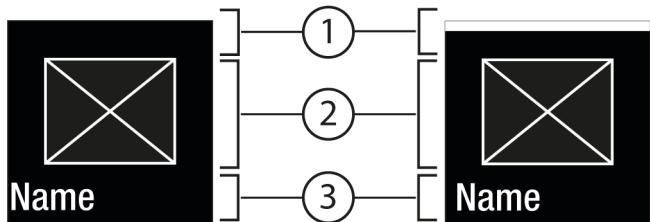
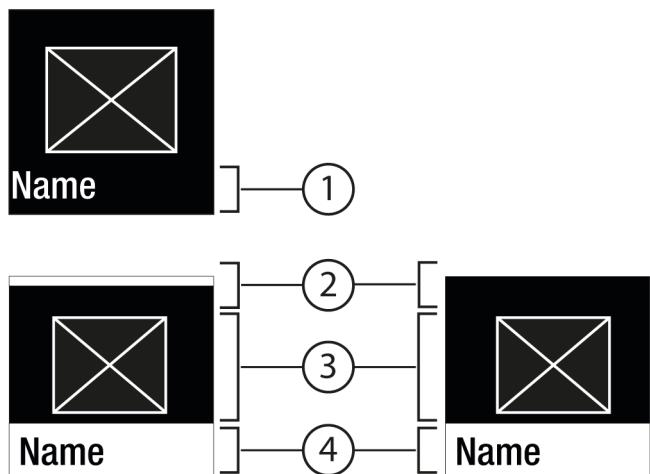

Fig. 6
Fig. 7
- S tipko za potrditev Fig. 5 (2) prikličete podmeni Fig. 7 (4).
- Nastavitev nove vrednosti: S tipko za potrditev Fig. 5 (2) izberite deaktivirano vrednost Fig. 6 (1).
- Nazaj v meni: S tipko za potrditev Fig. 5 (2) izberite že aktivirano vrednost Fig. 6 (2).
► Stanje: aktivirano Fig. 6 (1) se na kratko pokaže v podmeniju Fig. 7 (4).